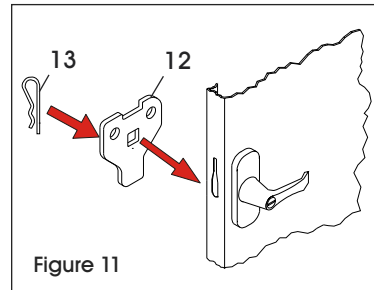
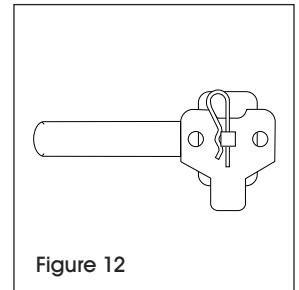

Figure 11
Figure 12
2. Tournez la poignée en position ouverte et placez la came de verrouillage (12) sur la tige carrée de la poignée de porte. Le loquet doit être orienté vers le bas, comme illustré. (Voir Figure 11) Ensuite, insérez la goupille fendue de verrouillage (13) dans le trou de la tige carrée. (Voir Figure 12)